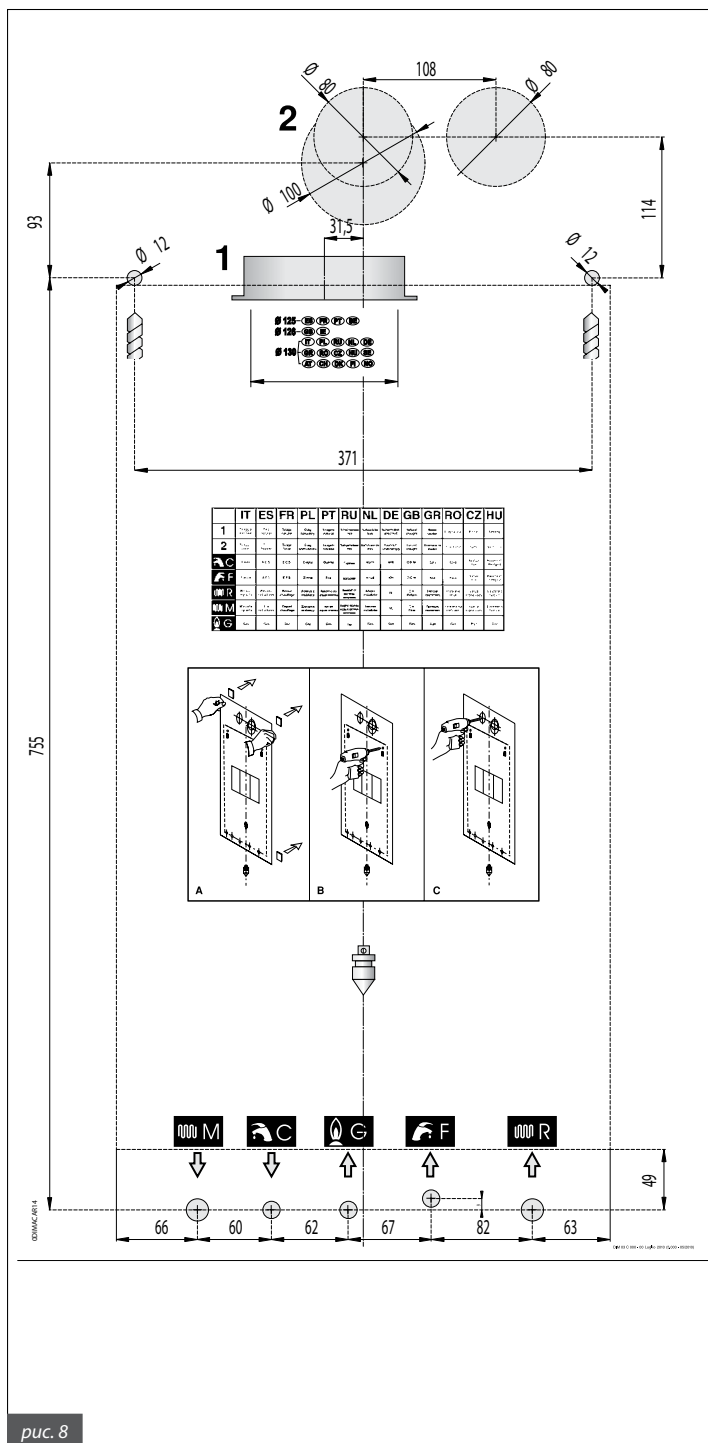

рис. 8
- б) монтажный шаблон (рис. 8);
Каждый котел снабжен специальным бумажным шаблоном, находящимся в упаковке (рис. 8), который позволяет подготовить трубы для подключения к системе отопления, к линии воды санитарного назначения, к газовой магистрали и воздухоподающие/дымоотводящие трубы в момент их разводки, т.е. до начала установки котла на выбранное место.